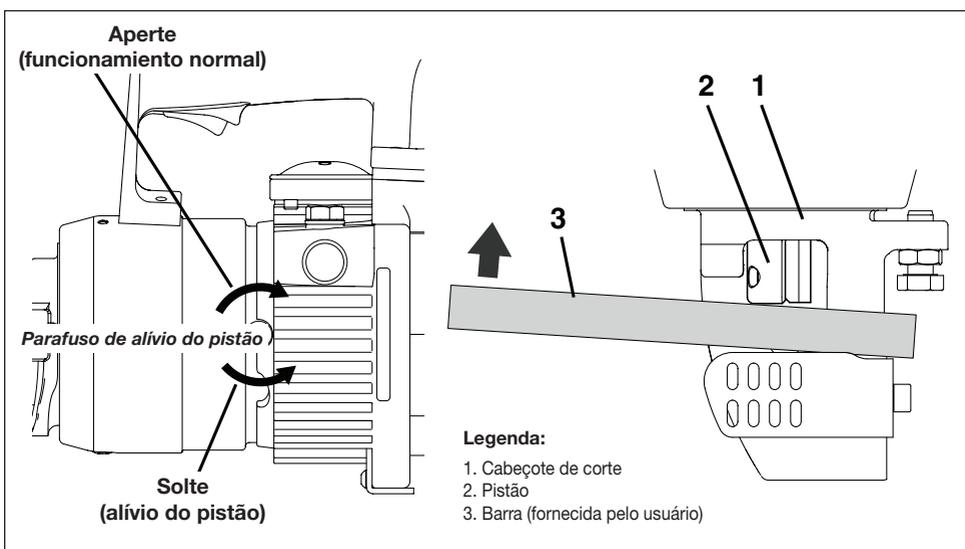

Figura 12, procedimento de retração manual do pistão
Consulte os seguintes passos: Veja a Figura 12:
4. Usando uma barra de aço rígida, empurre manualmente o pistão para dentro do cortador até que ele tenha retornado para a posição inicial. Veja a Figura 12, item 3. Isto deve desalojar qualquer sujeira ou outro material que tenha prevenido que o pistão retorne durante a operação normal.
8. Limpe a parte exposta do pistão. Remova quaisquer detritos, chispas ou sujeira desta área. Veja a Figura 12, item 1.